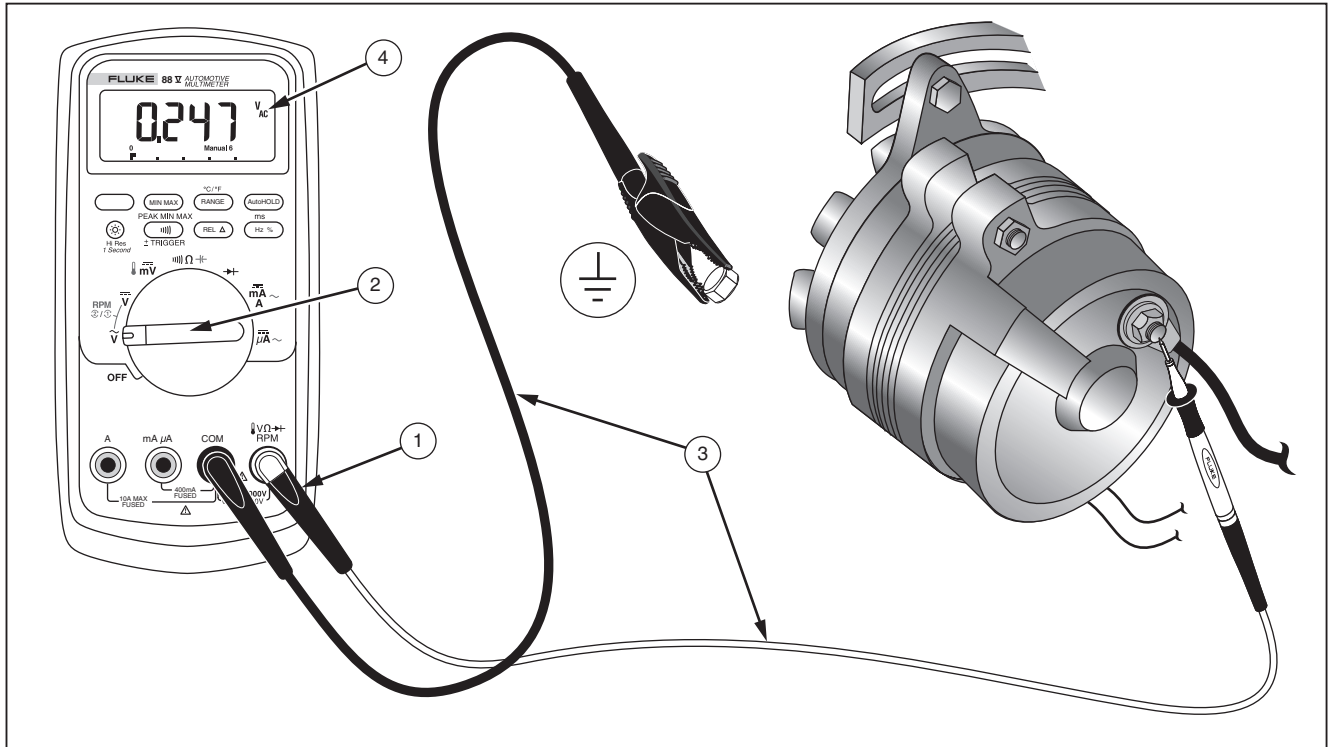

Figura 13. Comprobación de la tensión de ondulación en un alternador
1. Inserte las puntas de prueba tal como se ilustra en la figura 13.